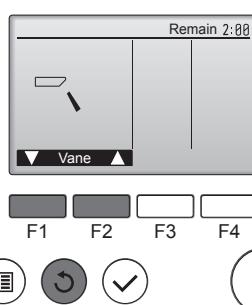

Fig. 7-4
- ② Trykk på [SELECT] for å vise betjeningsskjermen for spjeldene, og trykk deretter på knappene [F1] og [F2] for å kontrollere auto-spjeldene. (Fig. 7-4)